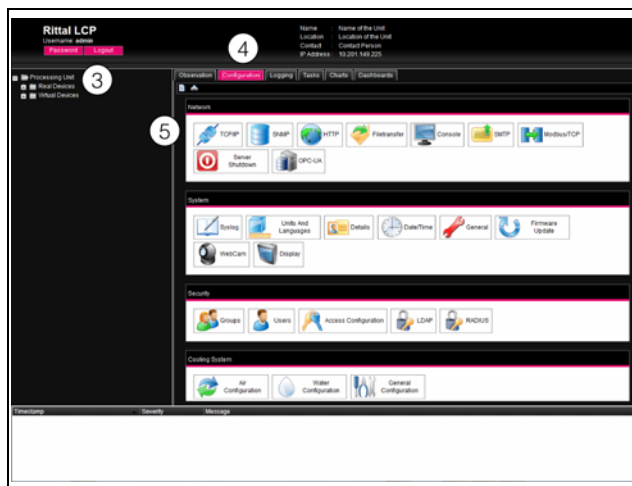

Рис. 76: Настройка подключения TCP/IP
Откроется главная страница устройства (рис. 76).
- В левой части главной страницы (области навигации) нажмите на элемент **Processing Unit** (Рис. 76, поз. 3) и в правой части (области конфигурирования) на вкладке **Configuration** (Рис. 76, поз. 4).
- В группе элементов **Network** нажмите на элемент **TCP/IP** (рис. 76, поз. 5).